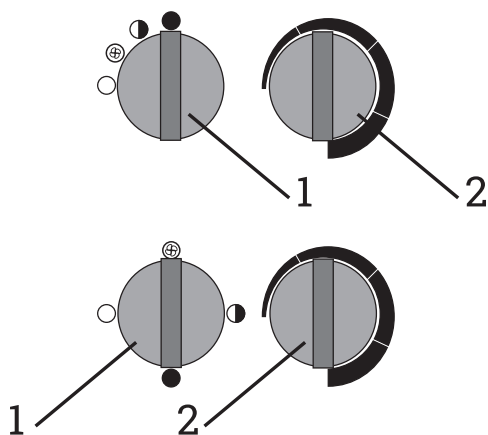

Рис. 2. Варианты блока управления:
Установите ручку переключателя режимов (рис. 2) в положение 0.
Для включения тепловой пушки в режиме вентиляции необходимо установить переключатель режимов (см. рис. 2, поз. 1) в положение «Включено» 1 (⊕). Начнет работать вентилятор.
2. Установить ручку переключателя режимов (см. рис. 2, поз. 1) в положение 2 (●). При этом обеспечивается работа тепловой пушки в режиме 1.
4. Повернуть ручку терморегулятора (см. рис. 2, поз. 2) по часовой стрелке до включения нагревателей. С помощью этой ручки задается необходимая температура в помещении до +40 °С, с достижением которой терморегулятор отключает нагреватели.
6. Установить переключатель режимов (см. рис. 2, поз. 1) в положение 1 (⊕) и дать поработать тепловой пушке в режиме вентиляции не менее 60 секунд для охлаждения нагревателей.